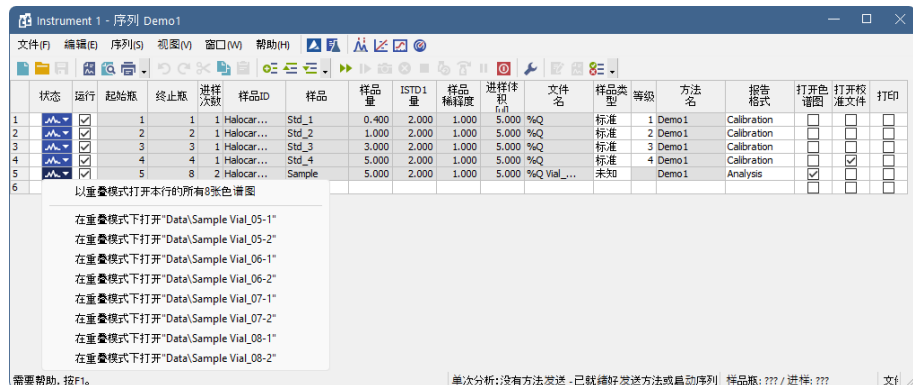

图12: 重叠模式下打开色谱图
- 已经完成运行的行的状态将从绿色字段()更改为带有小色谱图的图标()。运行过程中，图标是橙色的。如果从这一行得到色谱图，则图标中将出现一个小三角形 。鼠标左键点击三角形将会显示打开色谱图的选项。您可以点击色谱图的名称去打开色谱图或选择所需要重叠的色谱图来打开这些色谱图，如图所示第**20**页第**图12**。